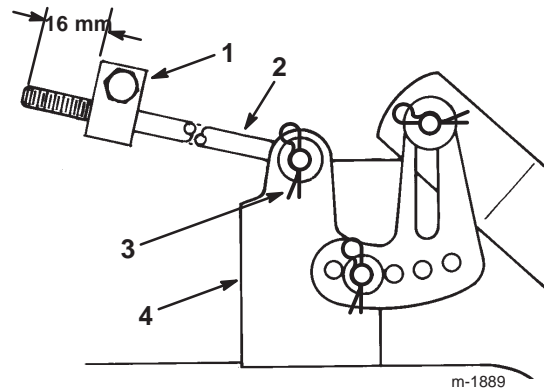

Figure 49
9. Mesurez la longueur de tige qui dépasse de l'avant du bloc de réglage sur les côtés du châssis (Fig. 49). Si la longueur n'est pas égale à 16 mm, enlevez la goupille fendue et la rondelle de l'extrémité de la tige (Fig. 49), puis vissez ou dévissez la tige jusqu'à obtention de la longueur requise (16 mm).